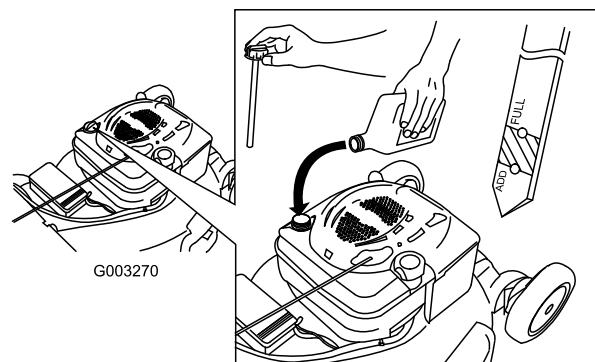

Figure 11
1. Retirez la jauge, essuyez-la sur un chiffon et remettez-la dans le goulot de remplissage (Figure 11).
2. Sortez de nouveau la jauge et contrôlez le niveau d'huile (Figure 11). Si le niveau n'atteint pas le repère minimum (Add) de la jauge, versez **lentement** suffisamment d'huile dans le goulot de remplissage pour faire monter le niveau au repère maximum (Full). **Ne remplissez pas excessivement.** (Remplissage max. : 0,59 l (20 oz), type : huile détergente SAE 30 de classe de service API SF, SG, SH, SJ, SL ou supérieure.)